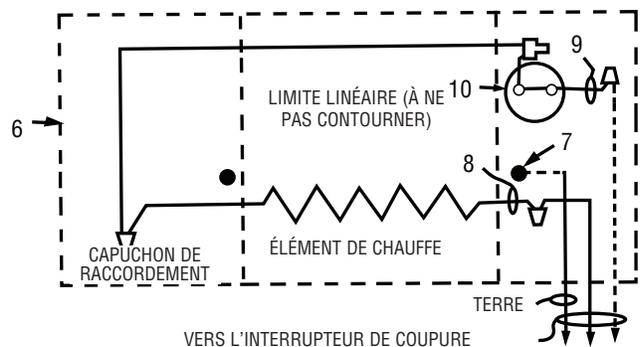

Figure 3. Installation d'unité unique
3. Toutes les procédures de câblage et les connexions doivent être en conformité avec la norme électrique américaine (NEC) et les normes locales. Référez-vous au schéma de câblage du radiateur en Figures 3 et 4. Assurez-vous que toutes les connexions électriques sont bien serrées pour éviter une possible surchauffe. N'utilisez que des fils d'alimentation en cuivre.
5. En suivant le schéma de câblage de la Figure 3, effectuez les connexions électriques dans le boîtier de raccordement en enlevant d'abord le bouchon couvrant les fils 8 et 9 du radiateur pour les réunir au fils d'arrivée du secteur. Branchez le fil de terre d'arrivée sur la vis de mise à la terre (7) dans le boîtier de raccordement.
**REMARQUE IMPORTANTE :** Ce radiateur est fourni avec un contrôle de limite de dépassement de température (Limite linéaire), consultez les Figures 3 et 4. Ce contrôle de sécurité sert à désactiver le radiateur pour maintenir une température sans risques dans l'éventualité d'une obstruction ou d'une condition anormale. N'enlevez PAS et ne contournez pas cet important contrôle de sécurité car il est là pour limiter les températures et éviter un possible départ d'incendie dans le cas où le radiateur serait soumis à une condition de surchauffe. S'il est déterminé que le radiateur subit des coupures durant une utilisation normale, cessez de l'utiliser jusqu'à ce qu'il ait pu être inspecté et réparé par du personnel de service qualifié.